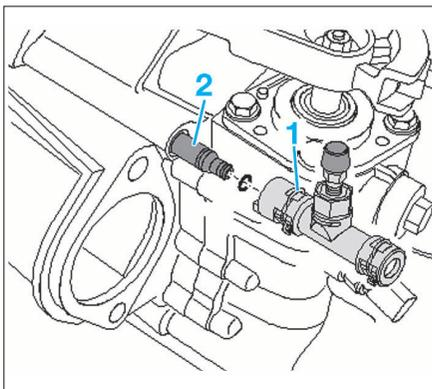

FIG. 16
- Tirer l'agrafe (1) pour débrancher la canalisation du cylindre récepteur (2) (Fig.16).